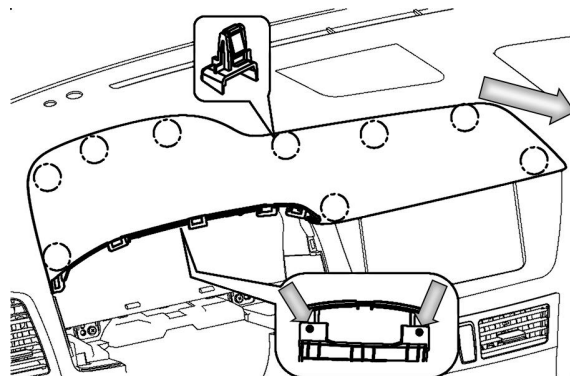

图 1.5.1 组合仪表罩外板结构示意图（豪华型）
- (1) 该产品有九个安装卡扣安装在背面（详见图 1.5.1）。拆卸前请确认组合仪表罩内板已经拆除；
- (2) 先用十字螺丝刀拧开如图 1.5.1 所示两个紧固螺钉；
- (3) 然后抓紧外板边缘，沿图 1.5.1 所示箭头方向用力拉拽，即可拆下组合仪表罩外板。
- (1) 确保九个塑料卡扣安装在产品相应位置（详见图 1.5.1）；
- (2) 产品沿水平方向靠近仪表板上本体；
- (3) 将产品各卡脚对准仪表板上本体安装孔，轻拍各装配处至装配牢靠，外观配合完好。